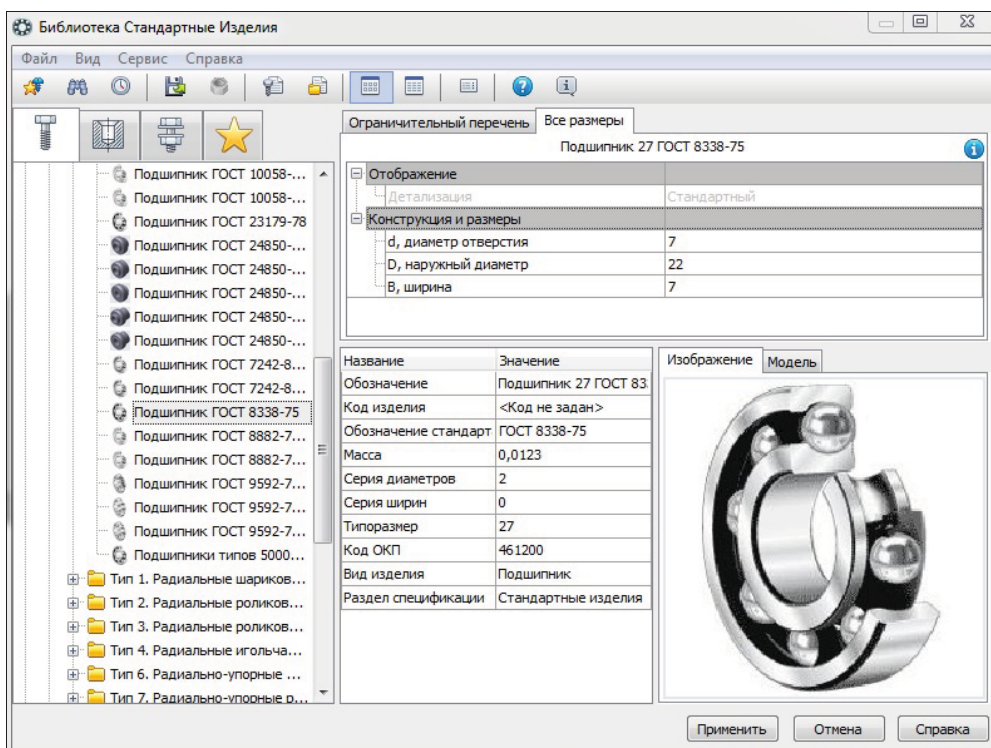

Рис. 30.25. Главное окно **Библиотеки** при выборе подшипника
- ◆ на вкладке **Стандартные изделия** вызовите команду **Подшипники и детали машин** ► **Подшипники качения** ► **Радиальные шариковые** ► **Подшипник ГОСТ 8338–75**. В главном окне **Библиотеки** в **Области свойств** раскроется панель для ввода параметров (рис. 30.25), на которой задайте такие параметры: